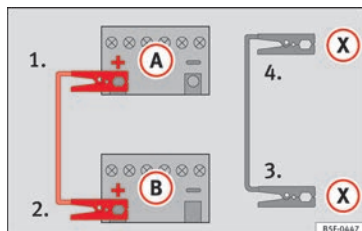

Fig. 80 Esquema de conexión para vehículos con sistema Start Stop.
- 4b. *En los vehículos con sistema Start-Stop:* emborne un extremo del cable *negro* de emergencia (X) a un terminal de masa adecuado, a una pieza de metal maciza que vaya atornillada al bloque motor o al mismo bloque motor » » » fig. 80.
5. Emborne el otro extremo del cable *negro* de emergencia (X), en el vehículo con la batería descargada, a una pieza de metal maciza que vaya atornillada al bloque motor o al mismo bloque motor pero lo más alejado posible de la batería (A).